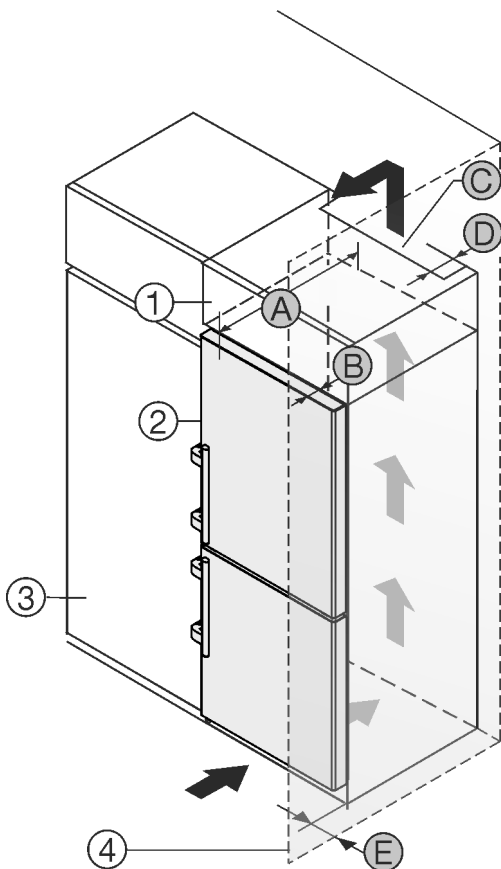

Fig. 2
Пристрій встановити безпосередньо поряд із кухонною шафою Fig. 2 (3)\*
Зі зворотного боку шафи для встановлення на пристрої слід передбачити вентиляційну шафу завглибшки Fig. 2 (D) на всю ширину цієї шафи.\*
Слід дотримуватись вентиляційного отвору Fig. 2 (C) в стелі приміщення.\*
Якщо пристрій із шарнірами встановлюється поряд зі стінкою Fig. 2 (4), відстань між пристроєм та стінкою повинна бути не менше 57 мм. Це відповідає необхідній відстані для ручки після відкриття дверцят.\*
Щоб мати можливість повністю відкривати дверцята, потрібно, щоб пристрій стояв на відстані глибина дверей Fig. 2 (B) відносно передньої панелі кухонної шафи. Залежно від глибини кухонних шаф Fig. 2 (3) та використання пристінних розпірок пристрій може ще більше видаватися вперед.\*